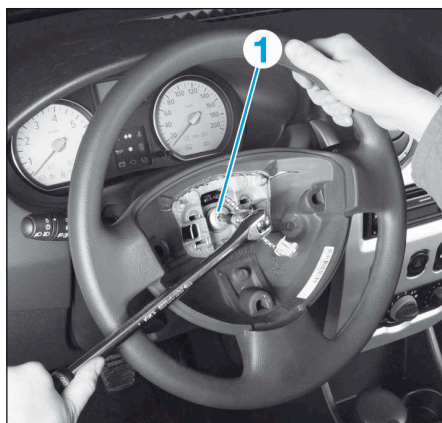

FIG.1
- A l'aide d'un tournevis Torx (T50), desserrer la vis (1) de quelques filets (Fig.1).
- Déposer la vis (1).